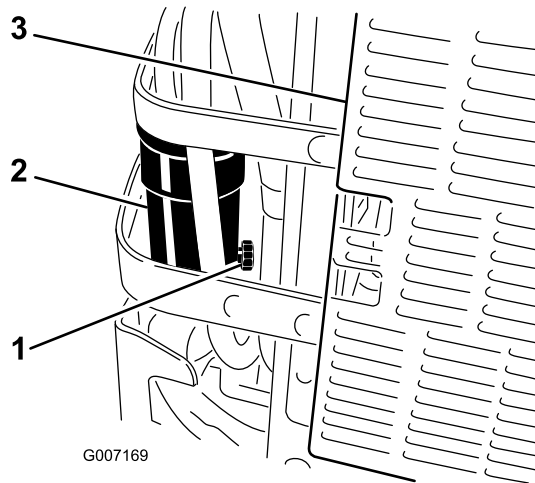

Figura 50
6. Abra la válvula de drenaje del separador de agua aproximadamente una vuelta para que se vacíen el agua y otros contaminantes (Figura 50).
7. Cierre la válvula de drenaje cuando salga solamente diesel combustible (Figura 50).